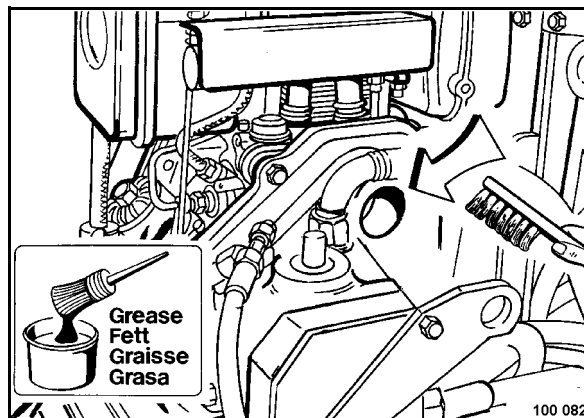

Рис. 79
- Очистить направляющую (Рис. 79) и приводную рукоятку от грязи, смазать маслом и смазкой.